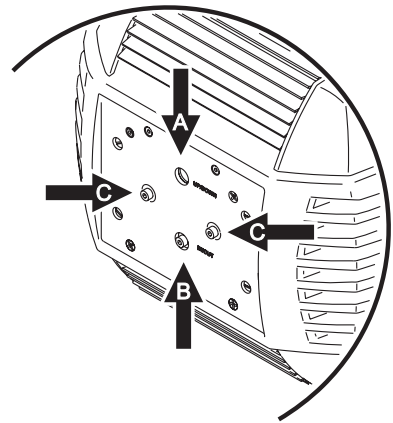

Figure 5: Vis de réglage de la lampe
2. Aidez-vous de la Figure 5 pour repérer les vis de réglage. Centrez le point chaud verticalement avec la vis A et une clé Allen. Centrez le point chaud horizontalement avec les vis C.